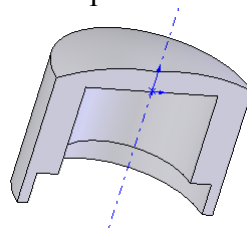

Рис. 4.1.3 Вид з розрізом
10. Отримаємо зображення, показане на рис. 4.1.3.
11. Створимо поршневі канавки. Запустіть інструмент «Повернутый вырез». Як площину ескізу виберемо площину симетрії поршня, що постає перед нами на рис. 4.1.3 (Нагадуємо, що даною площиною зараз є площина СПЕРЕДИ). Ескіз вирізу показано на рис. 4.1.4. Побудову ескізу починайте з осьової лінії.